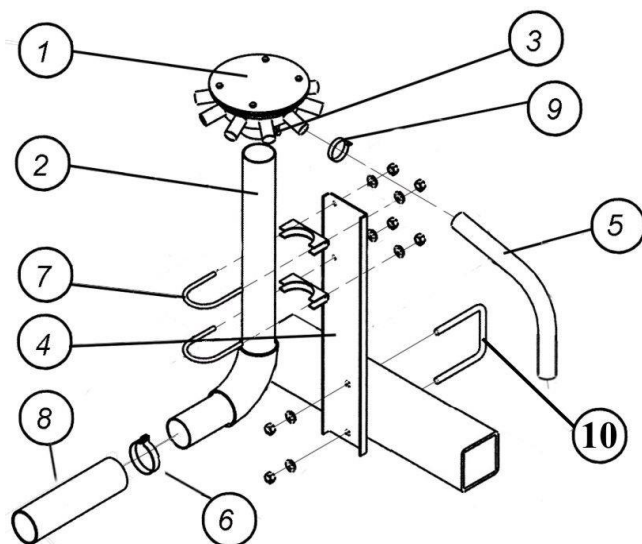
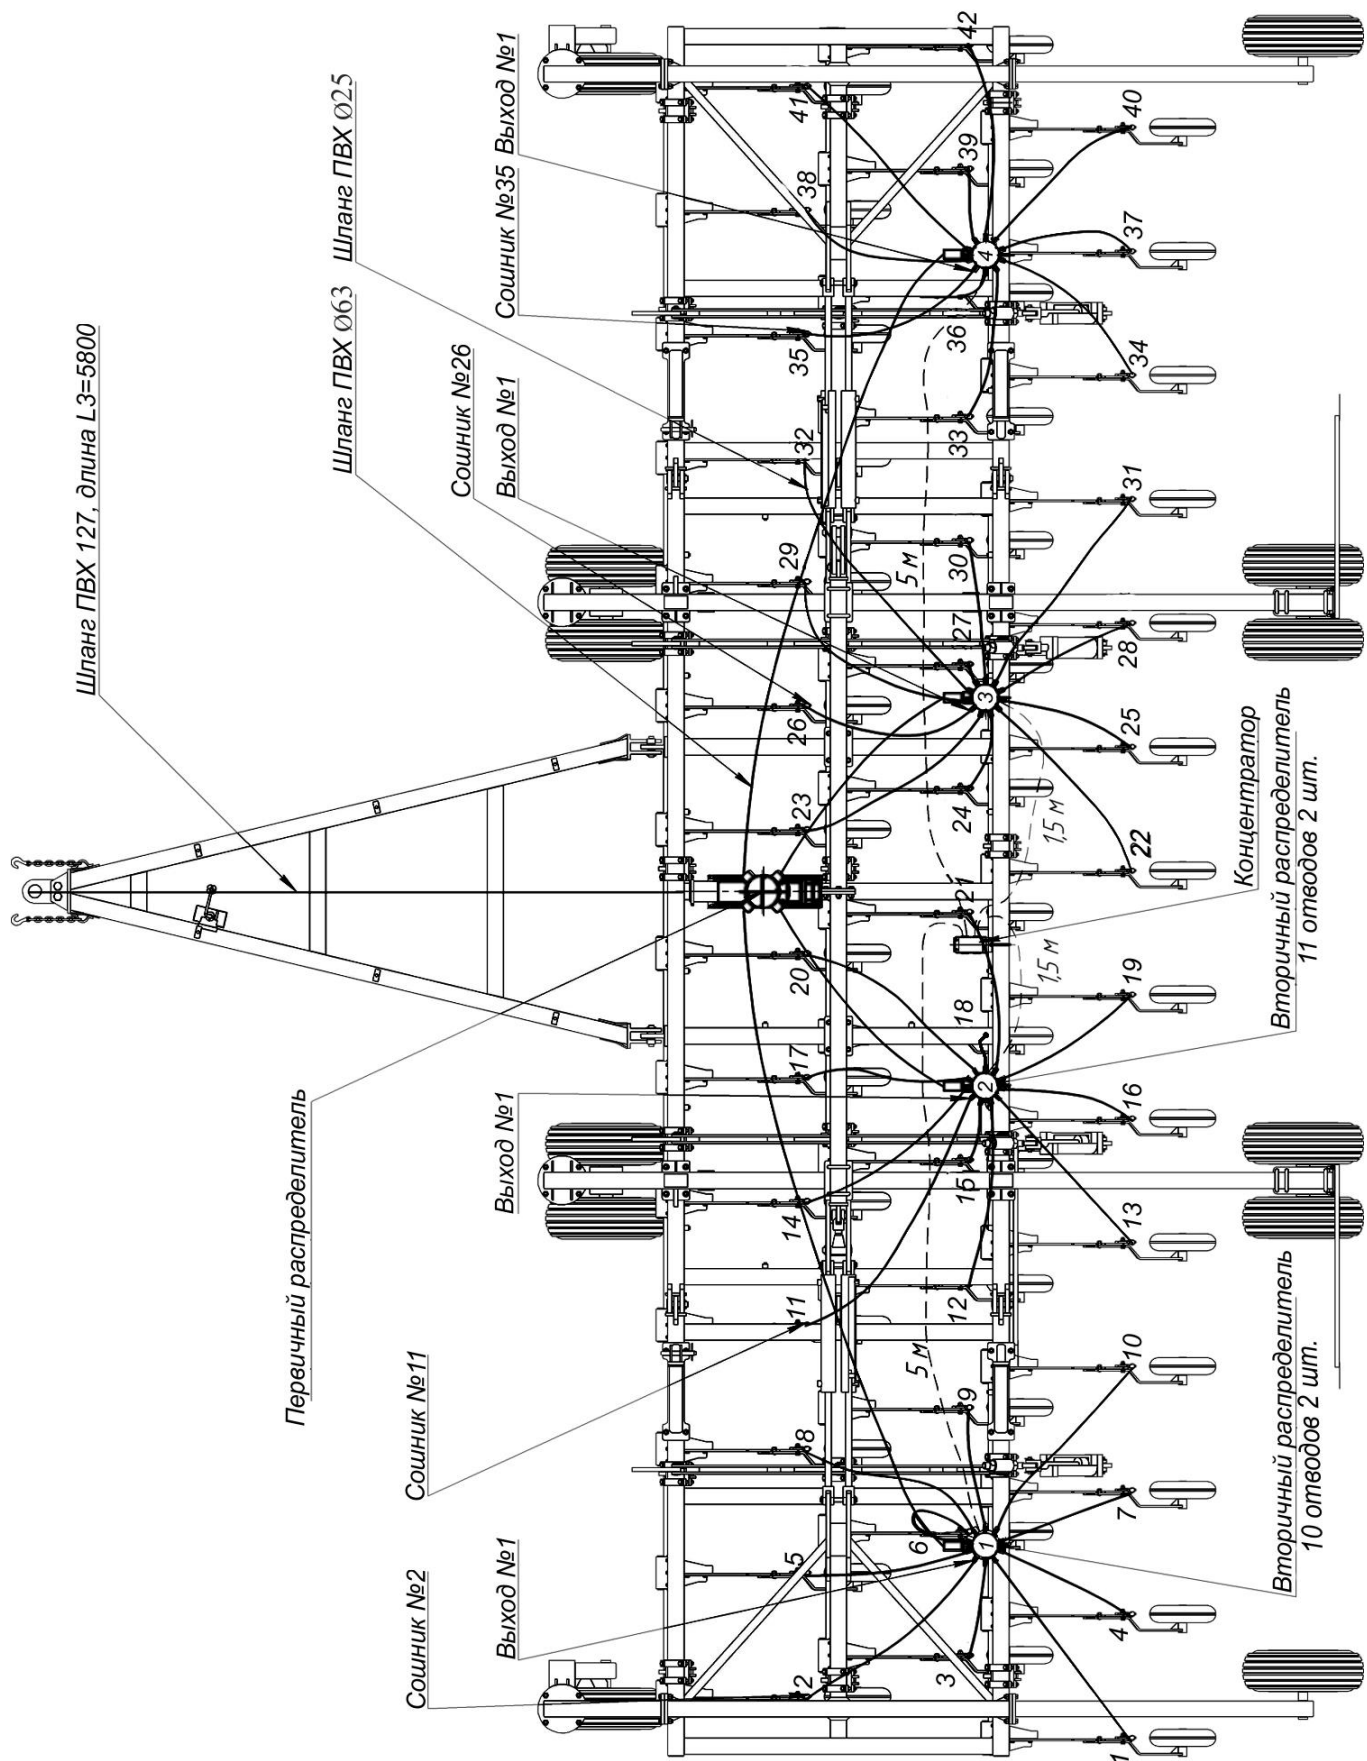

Рис. 4.6.2. Установка вторичного коллектора-распределителя
Рис. 4.6.5. Схема расположения семяпроводов и распределителей для ПК-10,6 «Кузбасс-А»
4.6.4. Установите распределитель 1 вторичного коллектора на трубу 2 (рис. 4.6.2), затянув болты 3 и контргайки. Повторите операцию для остальных коллекторов.
4.6.5. Установите стойки 4 (рис. 4.6.2) вторичных коллекторов на заднюю поперечную балку главной рамы согласно схеме на рис.4.6.5. Стойки крепятся с помощью стремянок 10 (М12х100х100), гаек М12 и шайб пружинных (рис.4.6.2).
Схема расположения семяпроводов и распределителей для ПК-10,6 показана на рис.4.6.5.